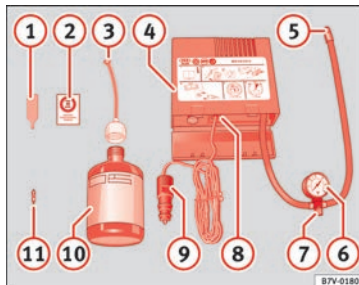

Fig. 64 Représentation standard : contenu du kit anticrevaison.
- Dévissez le capuchon et l'obus de la valve du pneu. Utilisez l'appareil » **fig. 64 1** pour extraire l'obus. Placez-le sur une surface propre.
- Agitez fortement la bouteille de produit de colmatage des pneus » **fig. 64 10**.
- Vissez le tuyau de gonflage » **fig. 64 3** sur la bouteille de produit de colmatage. Le plombage du goulot de la bouteille est automatiquement percé.
- Retirez le bouchon du tuyau de remplissage » **fig. 64 3**, puis vissez l'extrémité ouverte du tuyau sur la valve du pneu.
- Placez de nouveau l'obus de valve sur la valve du pneu avec l'outil » **fig. 64 1**.
- Vissez le tuyau de gonflage du pneu du compresseur » **fig. 64 5** sur la valve du pneu.
- Vérifiez si la vis d'évacuation d'air est serrée » **fig. 64 7**.
- Branchez le connecteur » **fig. 64 9** à une prise de courant de 12 volts du véhicule » page 184.
- Raccordez le compresseur d'air au commutateur ON/OFF » **fig. 64 8**.